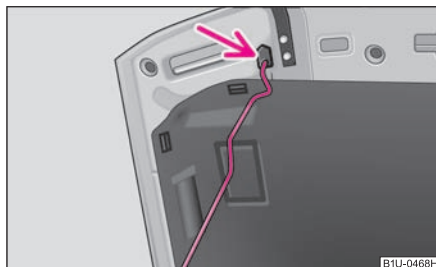

Fig. 16 Asigurarea capotei
- Ridicați tija din suport și introduceți-o în orificiul prevăzut pentru aceasta ⇒ fig. 16.